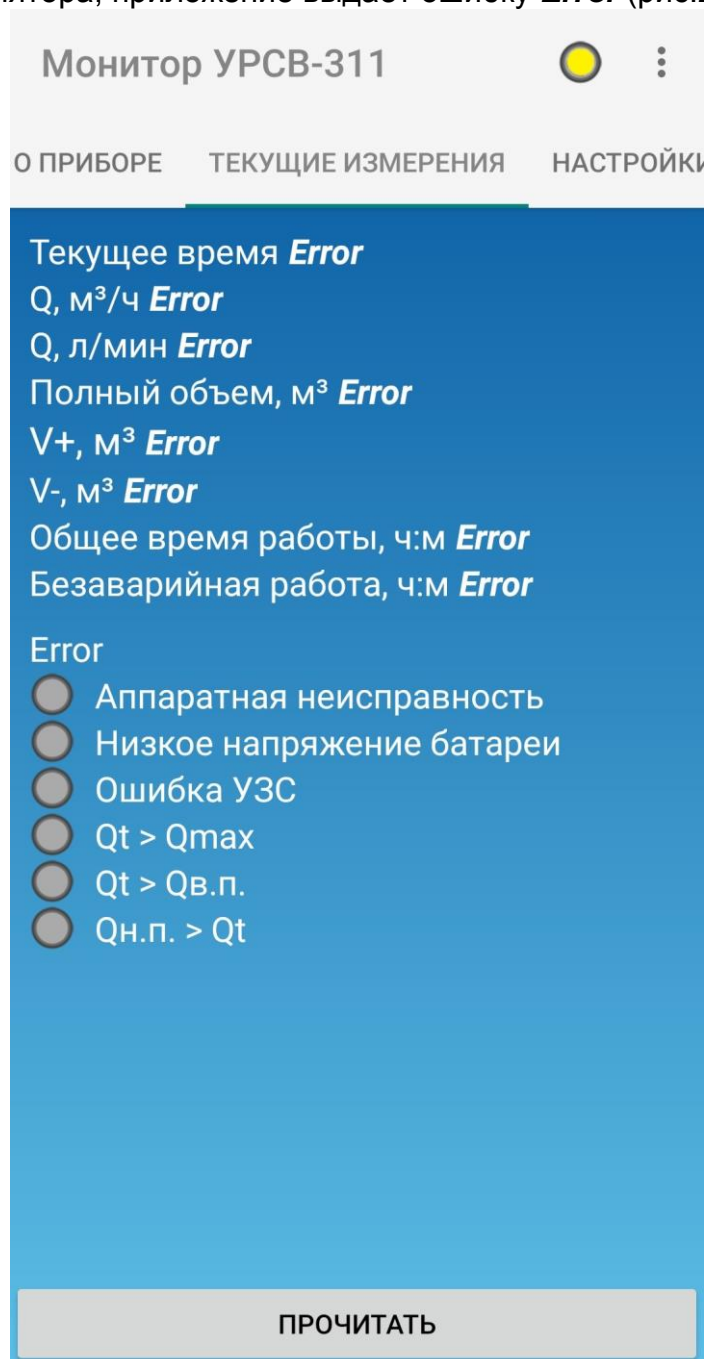

Рис.21. Отображение ошибки «Error».
- некорректных настроек энергосбережения или низкого заряда аккумулятора, приложение выдает ошибку **Error** (рис.21).